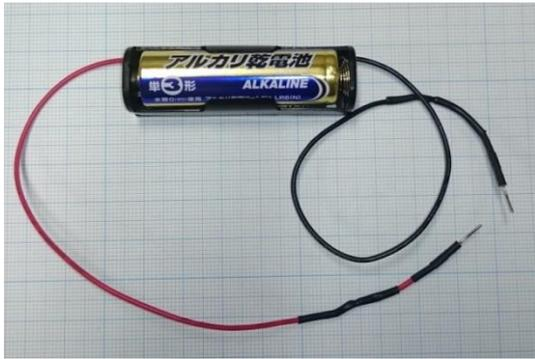
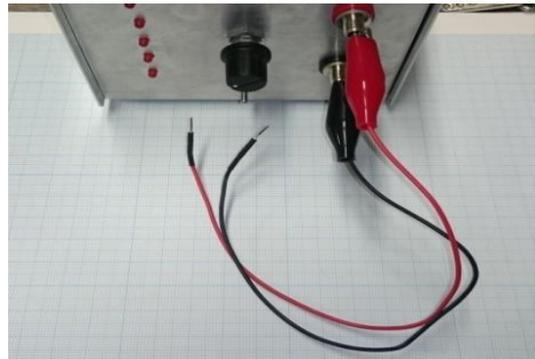

図 3.1
図 3.2
- ・図 3.1 や図 3.2 のような状態(少しの衝撃や接触でショートする状況)にしないこと。